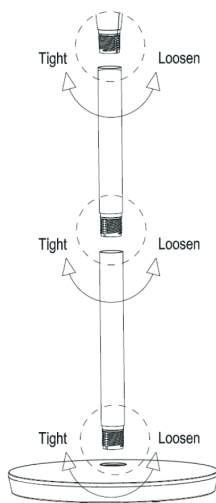
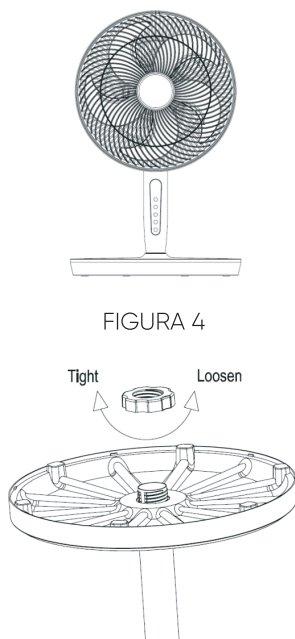

FIGURA 2
FIGURA 3
2. Alinhe a base com o poste inferior e, em seguida, conecte-os no lugar, conforme mostrado na Figura 2, e fixe-os com a porca da Figura 3.
3. Alinhe o polo inferior com o polo superior e a cabeça do ventilador e, em seguida, conecte-os no lugar, conforme mostrado na Figura 2.